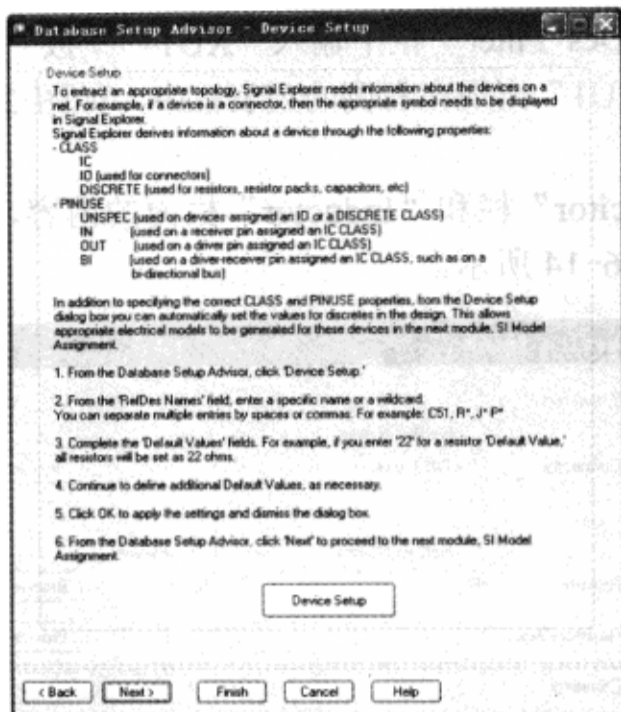

图 2-6-9 “Database Setup Advisor - Device Setup” 窗口
(1) 单击“Next”按钮，弹出“Database Setup Advisor - Device Setup”窗口，如图 2-6-9 所示。这个窗口简述了提取一个包含连接器的网络时必需的内容。